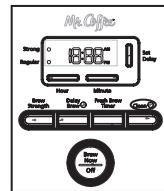

Figura 11
4. Oprima el botón Colar ahora/apagado y el botón limpiar. Se encenderá la luz roja de limpieza. (Figura 11). Para su conveniencia, el ciclo de limpieza es automático. El ciclo completo tomará de 45 a 60 minutos en completarse. Durante la limpieza su cafetera: